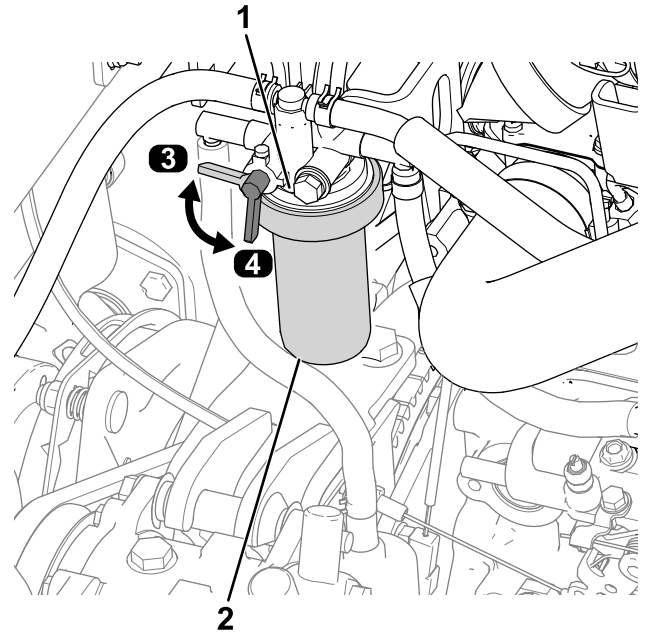

Figure 59
2. Nettoyez la surface autour de la tête du filtre à carburant (Figure 59).
3. Déposez le filtre et nettoyez la surface de montage de la tête du filtre (Figure 59).
6. Tournez le levier du robinet d'arrivée de carburant à la position OUVERTE (Figure 59).
1. Tournez le levier du robinet d'arrivée de carburant à la position FERMÉE (Figure 59).